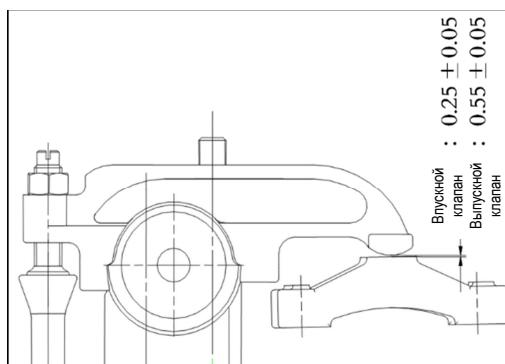

Рисунок 6-10. Диапазон регулировки зазора клапанов
2) Ослабьте контргайку, используйте отвертку, чтобы правильно выкрутить регулировочный винт, вставьте толстый и тонкий калибр между мостом коромысла и коромыслом, а затем правильно вкрутите регулировочный винт, пока коромысло не будет просто прижато к толстому и тонкому калибру, а затем затяните контргайку, правильный зазор клапана должен быть в состоянии позволить толстому и тонкому калибру вставляться вперед-назад с небольшим сопротивлением, соответствовать требованиям, а затем затяните контргайку, см. рисунок 6-10.